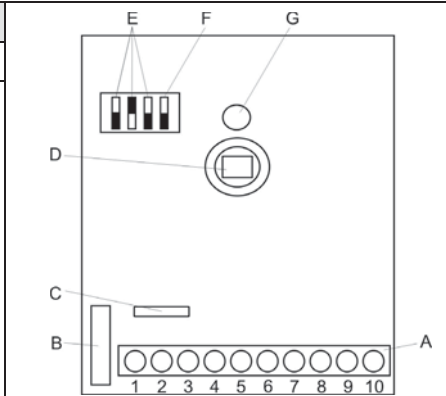

Fig. 3:
6. Collegare i fili ai morsetti (fig. 3).